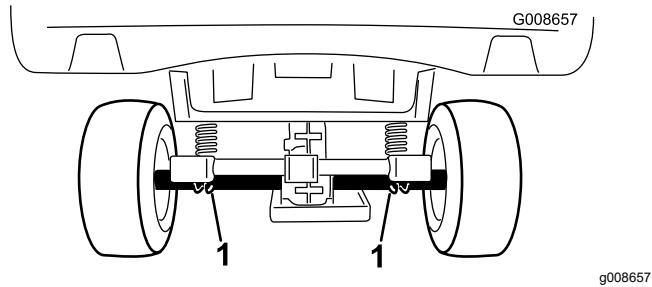

Bild 21
- Die hintere Hebestelle der Maschine befindet sich unter den Achsrohren (**Bild 21**).